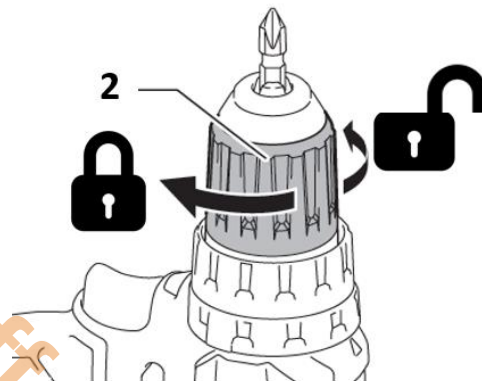

Рисунок 2.1.2. Установка оснастки.
1. Поверните втулку патрона «2» (рисунок 2.1.2.) против часовой стрелки для открытия зажимных кулачков настолько, чтобы можно было вставить оснастку.